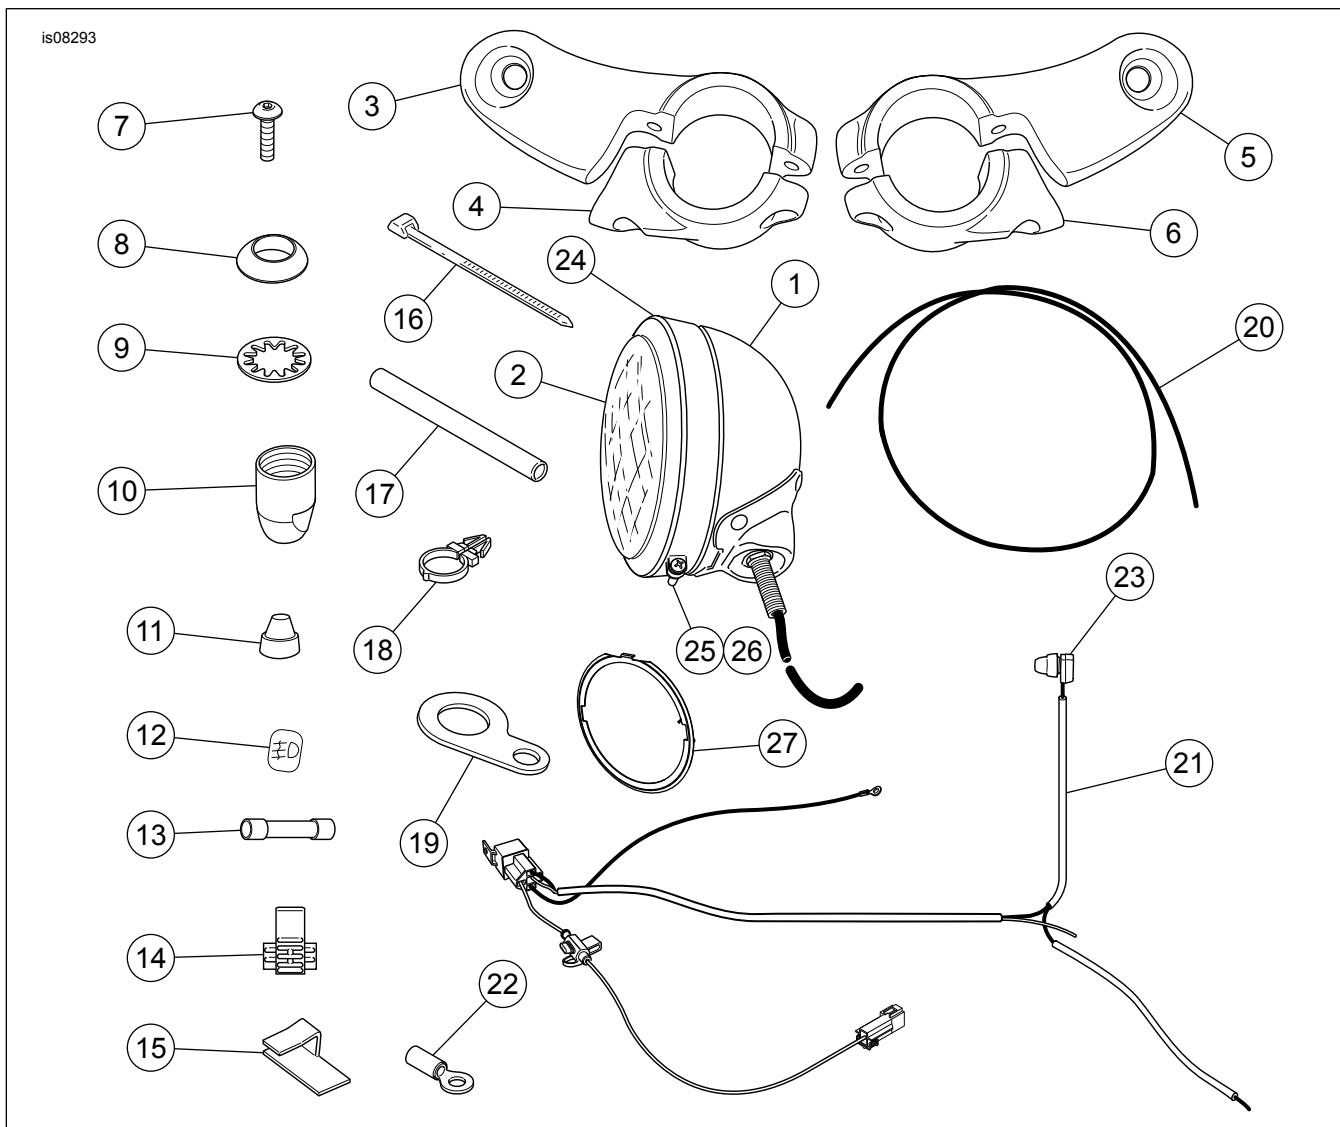

Figura 11. Piezas de servicio
6. Vea Figura 11. Localice el anillo decorativo exterior (24), el anillo de alojamiento interior (27), el tornillo (25) y la tuerca (26).
14. Vea Figura 11. Obtenga del kit la pieza de soporte de montaje del interruptor (artículo 19). Desenrosque la funda del interruptor de la luz e instale el interruptor en la pieza de soporte. Vuelva a colocar la funda en el interruptor.
16. Vea Figura 11. Asegure la pata del interruptor de la luz del arnés al manillar usando los retenes del arnés de cables (artículo 18) según sea necesario. Encaje los retenes dentro de los agujeros en el manillar.